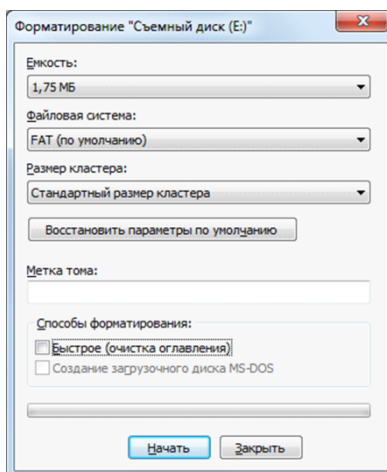

Рис. 9.4. Форматирование съемного диска
6. В открывшемся окне *Форматирование* нажмите кнопку *Начать* (рис. 9.4).